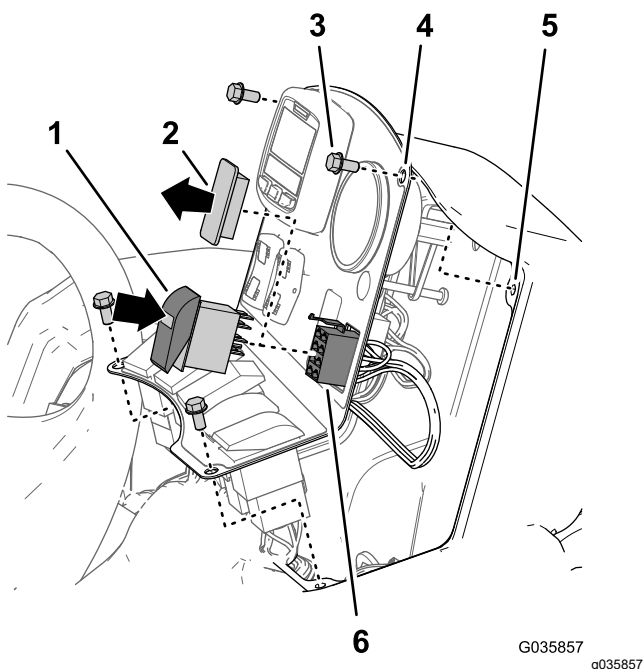

图 36
1. 如**图 36**所示如果已安装将控制面板固定至控制台的 4 个凸缘头螺栓 $\frac{1}{4} \times \frac{1}{2}$ 英寸则将其拆下。
2. 从控制台的控制面板上拆下开关塞**图 36**。
3. 将超声波喷洒臂修整套件线束的 8 插槽接头对准控制面板中的开口**图 36**。
4. 将标记为超声波模式手动与自动的超声波喷洒臂修整套件线束的 8 插槽接头连接至摇臂开关**图 36**。
5. 将摇臂开关插入控制面板的开口直至开关牢固卡入控制面板**图 36**。
6. 将控制面板中的孔与控制台顶部的孔对齐**图 36**。
7. 使用在步骤 1 中卸下的螺栓**图 36**将面板固定到控制台上。